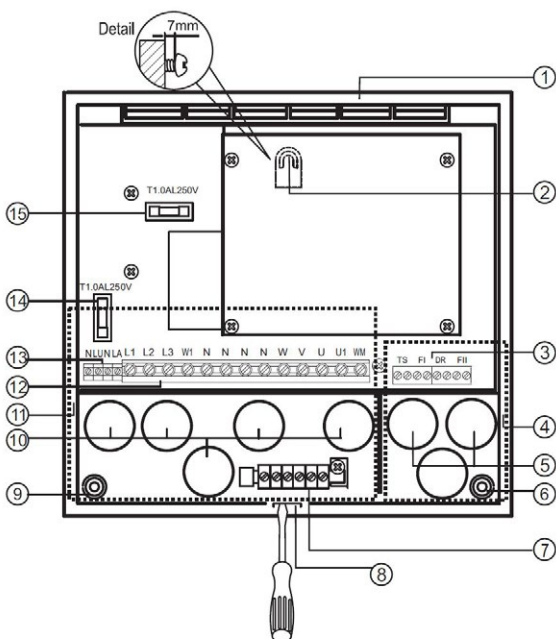
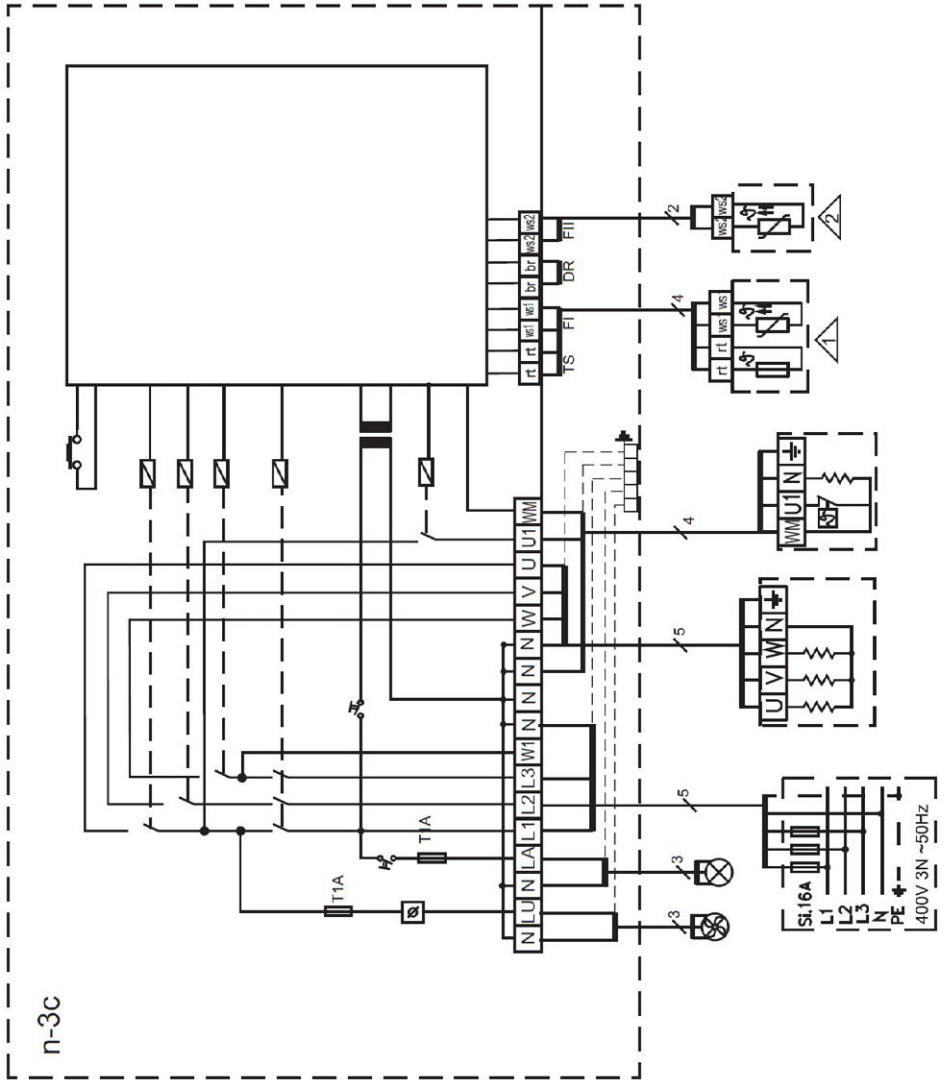

Abb. 2 Montage Saunasteuerung
Abb. 5 Schaltplan
1. Drücken Sie vorsichtig mit einem Schlitzschraubendreher auf (Abb. 2 / Pos. 8) und entfernen Sie die Abdeckung.
2. Schrauben Sie an der gewünschten Montageposition der Saunasteuerung die beiliegende Schraube fest und berücksichtigen Sie dabei einen Abstand von 7 mm zwischen Kabinenwand und Schraubenkopf (siehe Detail in Abb. 2).
3. Hängen Sie das Gehäuse an die montierte Schraube (siehe Abb. 5 / Pos. 2).
4. Schrauben Sie nach Abschluss des elektrischen Anschlusses (siehe Kapitel 5.1) die beiden Schrauben in (Abb. 2) Pos. 6 und Pos. 9 ein.
1. Führen Sie die Leitungen des Ofenfühlers (F1) und des Bankfühlers (F2) durch die Löcher (Abb. 2 / Pos. 5) in den Niederspannungsbereich (Abb. 2 / Pos. 4) und schließen Sie diese gemäß Schaltplan (Abb. 5) an die Klemme (Abb. 2 / Pos. 3) an.
2. Führen Sie die Leitungen des (optionalen) Türkontaktschalters durch die Löcher (Abb. 2 / Pos. 5) in den Niederspannungsbereich (Abb. 2 / Pos. 4) und schließen Sie diese gemäß (Abb. 5) an die Klemme (Abb. 2 / Pos. 3) an. Hinweis: Der Türkontaktschalters ist nicht im Lieferumfang enthalten. Werkseitig ist an der Klemme „DR“ eine Brücke montiert.
3. Führen Sie die Leitungen der Beleuchtung und des Lüfters durch die Löcher (Abb. 2 / Pos. 10) in den 230/400 V Spannungsbereich (Abb. 2 / Pos. 11) und schließen Sie diese gemäß (Abb. 5) an die Klemme (Abb. 2 / Pos. 12) an.
4. Führen Sie die Leitungen für den Anschluss des Saunaofens und des Verdampfers durch die Löcher (siehe Abb. 2 / Pos. 10) in den 230/400 V Spannungsbereich (Abb. 2 / Pos. 11) und schließen Sie diese gemäß (Abb. 5) an die Klemme (Abb. 2 / Pos. 12) an.
5. Schließen Sie die Erdungskabel an Klemme (Abb. 2 / Pos. 7) an.
Sofern ein Türkontaktschalter verwendet wird, ist dieser gemäß den Anweisungen des Herstellers zu montieren. Der Anschluss des Türkontaktschalters erfolgt an die Klemmen DR (siehe Abb. 2 / Pos. 3). Werkseitig ist an der Klemme „DR“ eine Brücke montiert.
Mit der Saunasteuerung n-3c können bis zu drei Stromkreise mit einer maximalen Leistung von 3,5 kW gesteuert werden. Optional kann die Steuerung mit einer Leistungserweiterung (Anschluss: Klemme W1, Abb. 2 / Pos. 12) auf 18 kW - 30 kW erhöht werden.